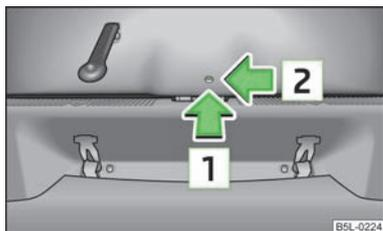

Fig. 17
- Insérez un tournevis ou un outil similaire dans l'ouverture de l'habillage dans le sens de la flèche 1 » fig. 17 jusqu'en butée.